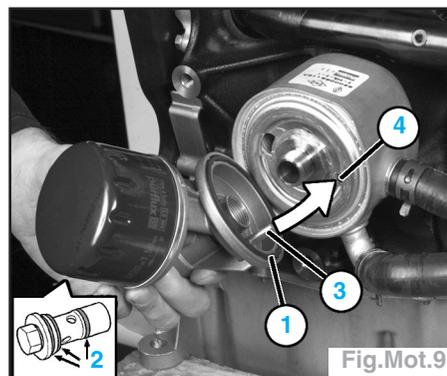

Fig.Mot.9
- Reposer le support du filtre à huile (Fig.Mot.9), avec des joints neufs, en engageant son ergot dans le trou de l'échangeur eau / huile. Reposer la vis de fixation du support avec des joints neufs.
- Après avoir remplacé le joint du support (1) et ceux de sa vis de fixation (2), engager son ergot (3) dans le trou de l'échangeur eau / huile (4).